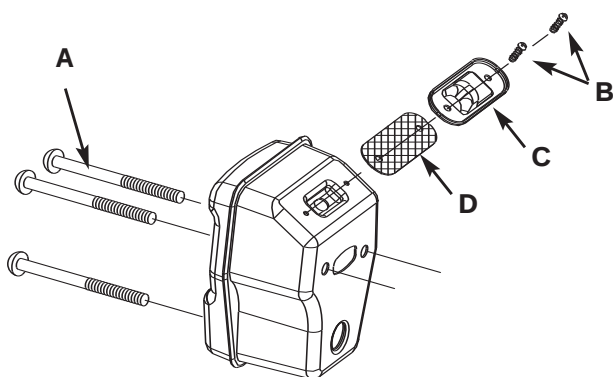

Fig. 29
2. Enlevez les 2 vis (B) qui soutiennent le couvercle du stoppeur d'étincelles (C) (Fig. 29).
3. Débarrassez-vous de l'ecrtn stoppeur d'!tincelles endommagé (D) et changez-le avec un nouveau.